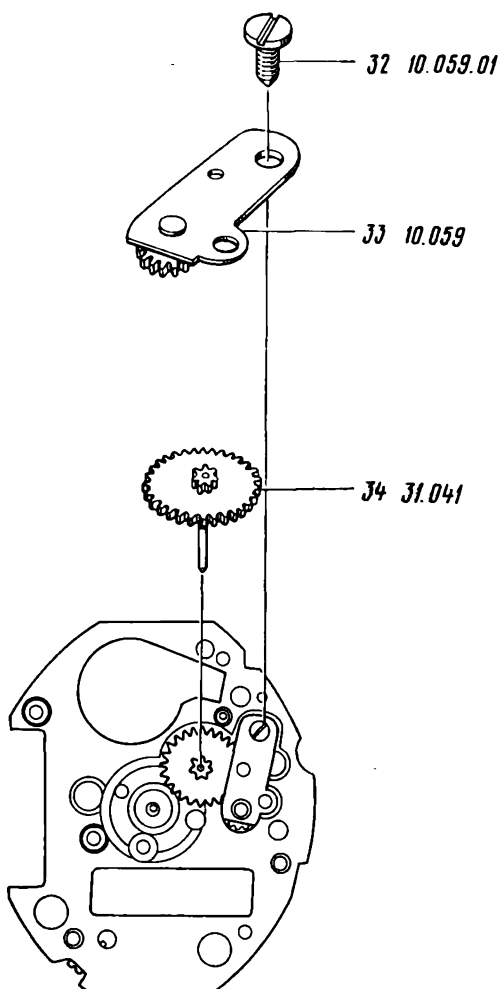

Рис. 29
34. Отвернуть и снять винт моста колеса переводного 32 (рис. 29)